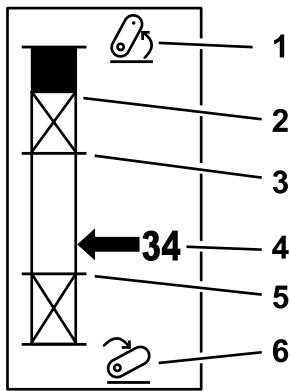

Bild 22
2. Starten Sie die Outcross-Maschine und scrollen Sie durch die Bildschirme auf der Statusanzeige, um die Höhe der 3-Punkt-Aufhängung (Bild 22) anzuzeigen.
Wendeposition, die maximale Arbeitsposition und die minimale Arbeitsposition (Bild 22).
Dies ist die maximale Hubhöhe eines 3-Punkt-Anbaugeräts. Stellen Sie diese Position ein, indem Sie das Anbaugerät auf die maximal zulässige Höhe oder den höchsten Winkel bei nicht angekuppelter Zapfwelle anheben, je nachdem, was zuerst eintritt. Notieren Sie sich die angezeigte Höhenposition auf der Statusanzeige und geben Sie diese in die Parametereinstellung im InfoCenter (Bild 22) ein.
Dieser Parameter wird nur für 3-Punkt-Anbaugeräte benötigt, die vom Paddel angesteuert werden können. Dies ist die automatische Stellung der der 3-Punkt-Aufhängung, wenn das Anbaugerät in Wendestellung oder zum Umgehen von Gefahren angehoben ist. Stellen Sie diesen Punkt ein, indem Sie die 3-Punkt-Aufhängung anheben und sicherstellen, dass das angehobene Anbaugerät die natürlichen Mulden des Rasens nicht beschädigt. Notieren Sie sich die angezeigte Höhenposition auf der Statusanzeige und geben Sie diese in die Parametereinstellung im InfoCenter (Bild 22) ein.
Heben Sie das Anbaugerät an den höchstzulässigen Punkt an und notieren Sie die angezeigte Höhenposition auf der Statusanzeige und geben Sie diese in die Parametereinstellung im InfoCenter (Bild 22) ein.
Senken Sie das Anbaugerät an den niedrigsten zulässigen Punkt an und notieren Sie die angezeigte Höhenposition auf der Statusanzeige und geben Sie diese in die Parametereinstellung im InfoCenter (Bild 22) ein.